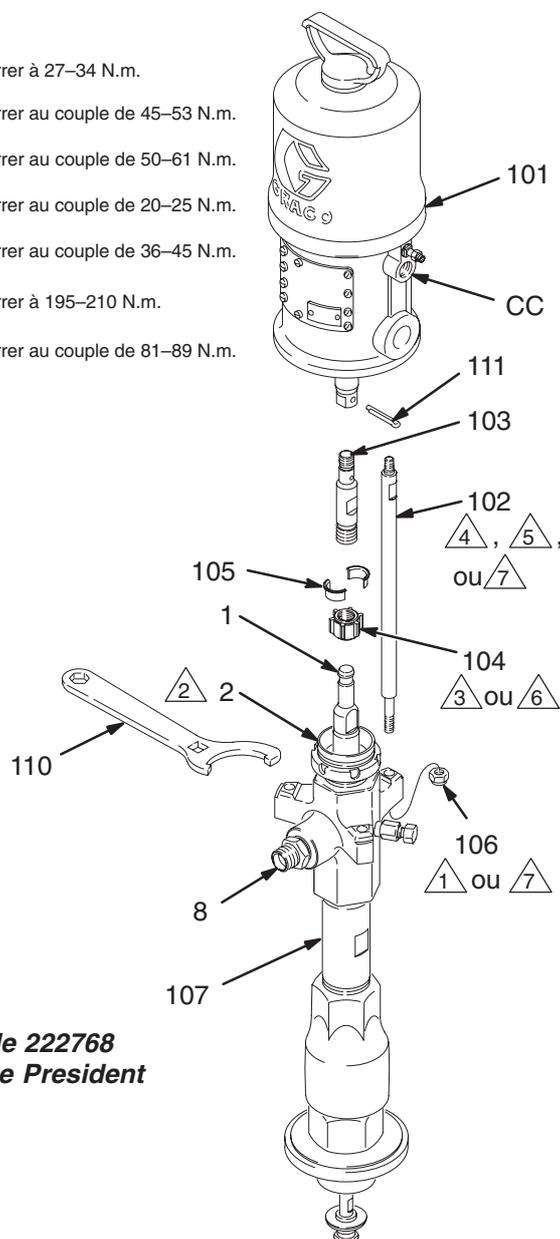

Fig. 4
3. Débrancher le flexible d'air. Tenir le raccord de sortie produit (8) avec une clé pour l'empêcher d'être desserré pendant le débranchement du flexible produit.
4. Déposer la pompe de son support. Déconnecter le bas de pompe (107) du moteur (101) comme suit. Bien noter la position relative de la sortie produit de la pompe (8) par rapport à l'entrée d'air du moteur (CC).
5. À l'aide d'une clé à molette (ou d'un marteau et d'une tige), dévisser l'écrou d'accouplement (104) de la bielle (103) ou de l'arbre du moteur pneumatique. Ne pas perdre ou laisser tomber les demi-colliers d'accouplement (105). Voir Fig. 4.
6. Tenir les méplats du tirant avec une clé pour empêcher les tiges de tourner. Utiliser la clé fournie (110) avec la pompe pour dévisser les écrous (106) des tirants (102). Désolidariser le bas de pompe (107) du moteur (101) avec précaution.
1. Veiller à ce que l'écrou d'accouplement (104) et les demi-colliers (105) soient en place sur la tige du bas de pompe (1). Voir Fig. 4.
2. Orienter la sortie produit de la pompe (8) par rapport à l'entrée d'air (CC) comme indiqué au point 4 du paragraphe **Dépose du bas de pompe**. Positionner le bas de pompe (107) sur les tirants (102).
REMARQUE: Se reporter à la Fig. 4 et consulter le tableau de serrage pour connaître les valeurs appropriées à votre pompe.
TABLEAU DE SERRAGE DE LA POMPE (Voir Fig. 4)